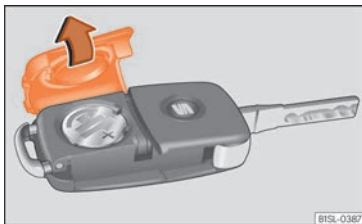

Abb. 65 Fahrzeugschlüssel: Deckel des Batteriefachs öffnen.
- Abdeckung auf der Rückseite des Fahrzeugschlüssels »» **Abb. 65** in Pfeilrichtung abnehmen »» ⚠.
- Abdeckung wie gezeigt ansetzen »» **Abb. 65** und entgegen der Pfeilrichtung auf das Fahrzeugschlüsselgehäuse drücken, bis sie einrastet.